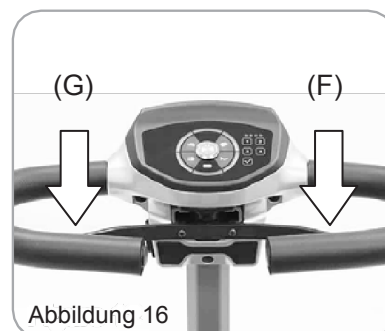

Abbildung 16
- Um den Scooter vorwärts fahren zu lassen, ziehen Sie den rechten Hebel (F) des Fahr-/Brems-Griffs. Um den Scooter rückwärts fahren zu lassen, ziehen Sie den linken Hebel (G) des Fahr-/Brems-Griffs. Die Zuordnung der Hebel zur Fahrtrichtung kann bei Bedarf durch den Anbieter vor Ort umgekehrt werden (Abbildung 16).